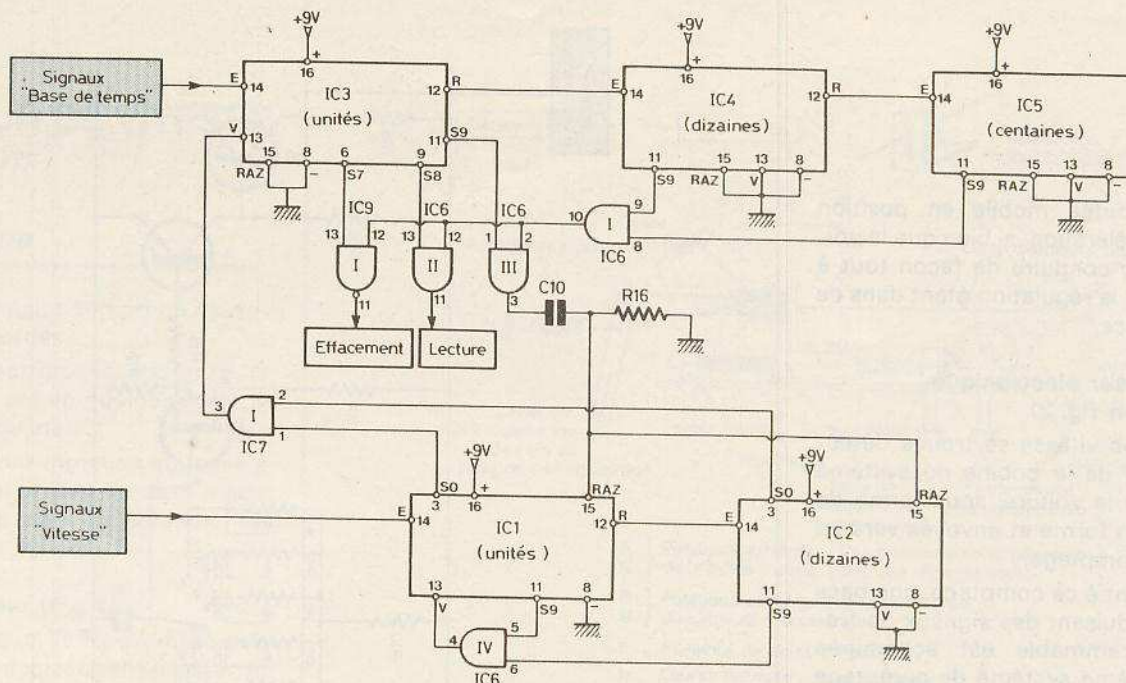

Fig. 4. - Schéma de principe partiel de la section, « comptages » faisant essentiellement appel à des circuits intégrés CD 4017.
Fig. 4. et 5. – Le coffret Teko P/3 subira le plan de perçage ci-dessus. Pour éviter toute ambiguïté, nous donnons la disposition intérieure et le câblage des éléments à l'intérieur du coffret.
a) Comptages (fig. 4)